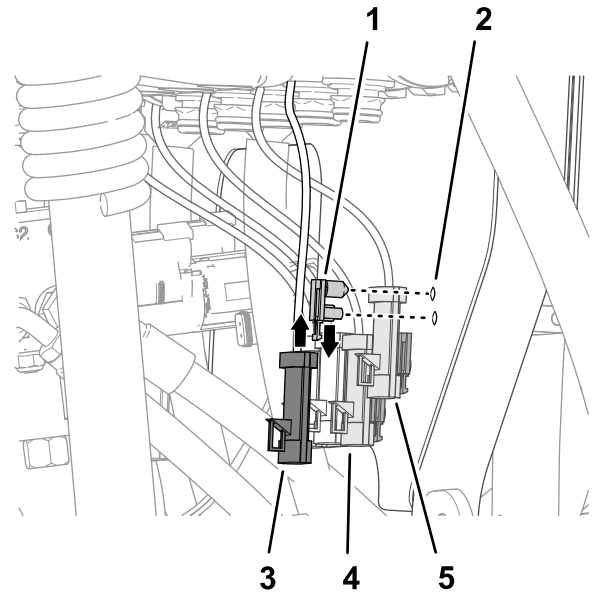

図 115
1. コネクタアンカー用押し込みファスナーをバルブマウント穴に取り付ける図 115。